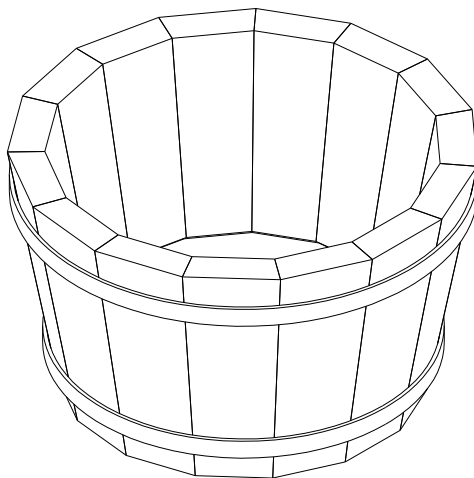

Рисунок 1 - Общий вид изделия
- 4.1 Изделие поставляется в собранном виде (см. рисунок 1).